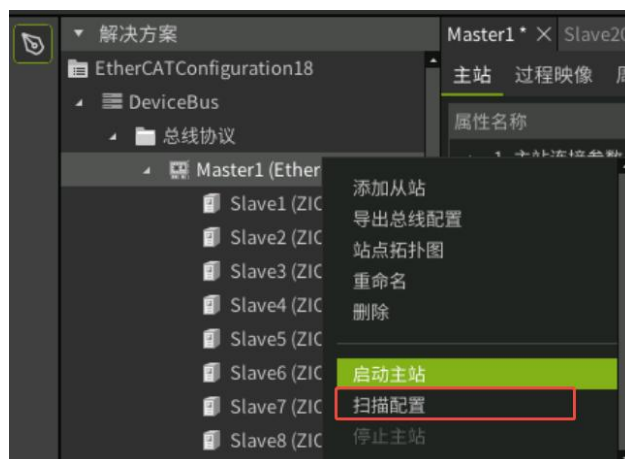

图 4.11 扫描从站设备
(9) 扫描设备。选择主站节点，然后在右键菜单中点击扫描配置，将其网络拓扑添加到本地主站树节点，如下图 4.11 所示。